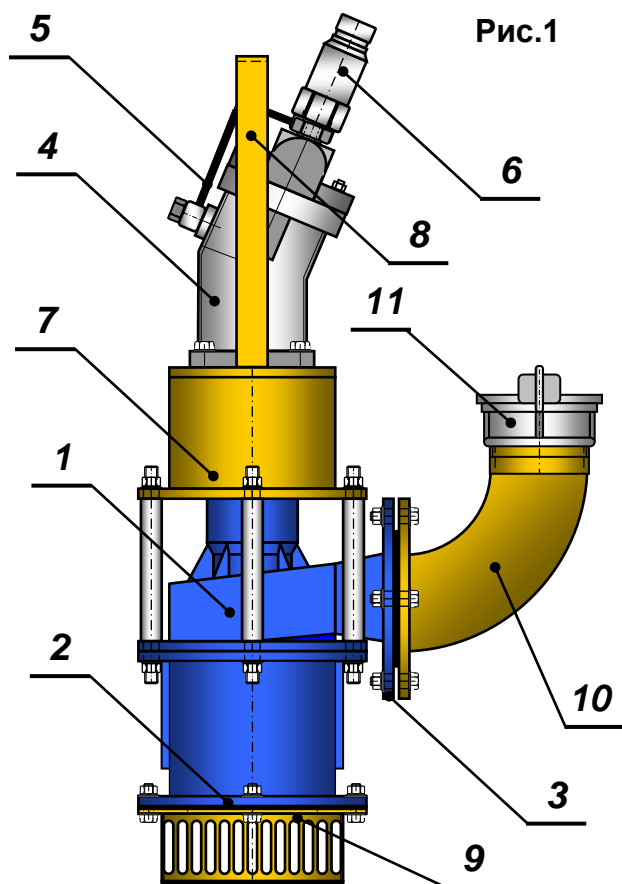

Рис.1
4.1. Общий вид насоса НПШГ приведен на Рис.1.